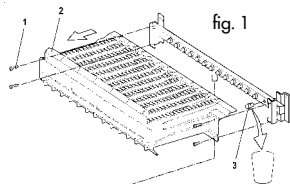

fig. 1
- Svitare le viti di fissaggio (1) e togliere il bruciatore (2) (fig. 1)
- Sostituire tutti gli ugelli (3) del bruciatore, con gli ugelli forniti con il kit di trasformazione verificando che il diametro sia quello previsto dalla tabella sottoriportata ed interponendo le guarnizioni di tenuta